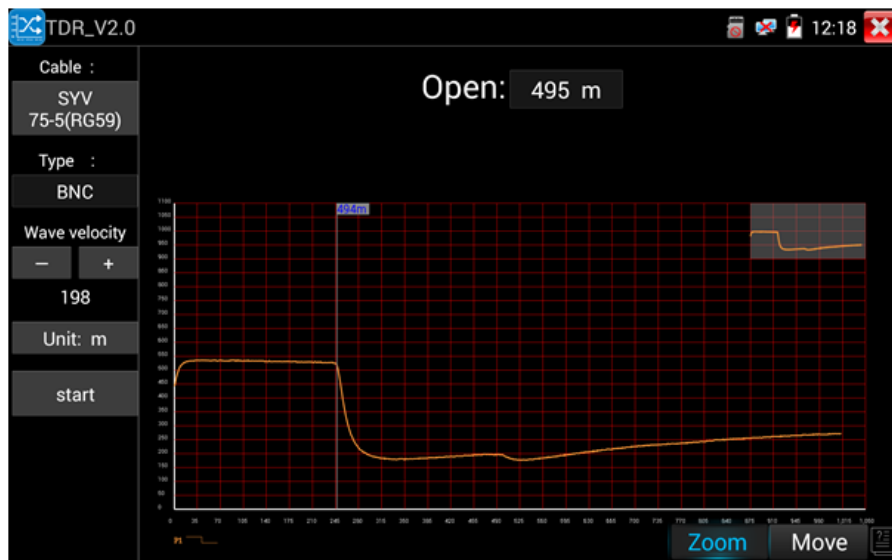

Рис. 120 Рефлектометр (TDR) для коаксиального кабеля, интерфейс
2. Найдите на рабочем столе тестера ярлык приложения и запустите его, рис. 120